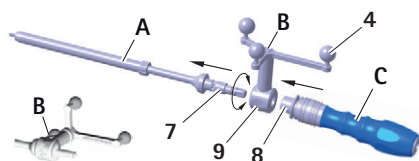

Fig. 6 Instrumentmontage med referensstjärnenhet ("förkalibrerad") och S⁴C-handtag i S⁴C-gängtappen
- Släpp låshylsan **8** se Fig. 6.